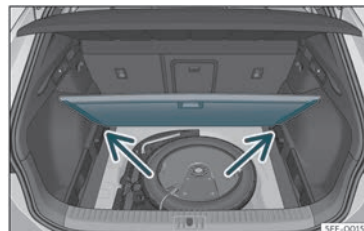

Fig. 110 Terra variable del maleter: posició inclinada.
- Recolzeu el terra sobre els espais previstos per a aquest ús»» fig. 110 (fletxes).